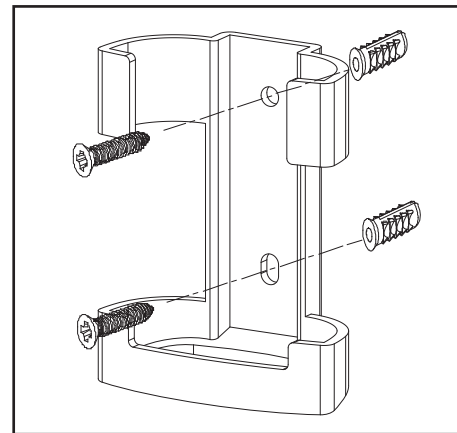

Figure 22
1. Placez le support mural dans la position souhaitée et fixez-le au mur à l'aide des vis pour support mural fournies. (Figure 22)